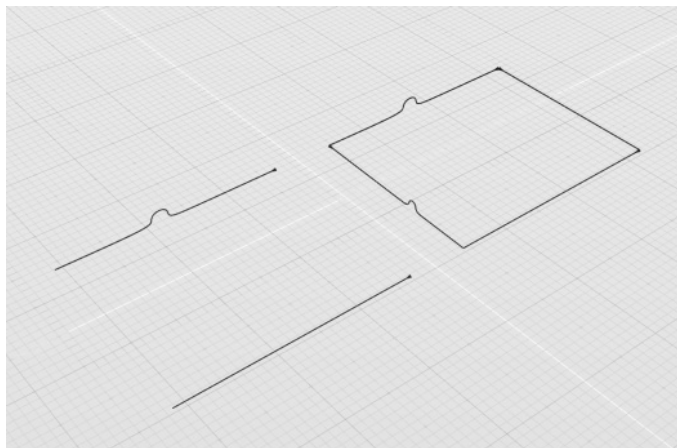

图 4-53 打开练习文件
1) 打开素材文件夹“练习 (4.3.4_4)”中的 Evolve 文件, 该文件中包含两组曲线, 如图 4-53 所示。